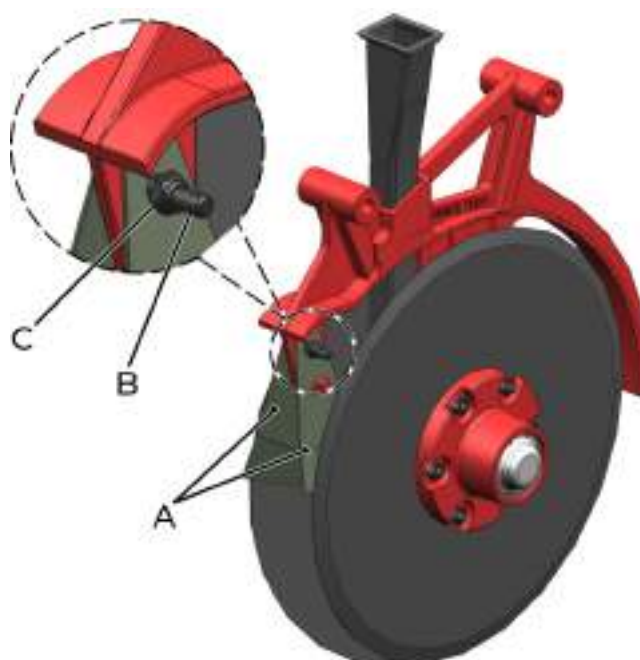

fig. 122
Realize periodicamente a regulagem dos limpadores (A) (fig. 122) dos discos duplos desencontrados. Para fazer o ajuste dos limpadores, aperte o parafuso (B) e a porca (C).